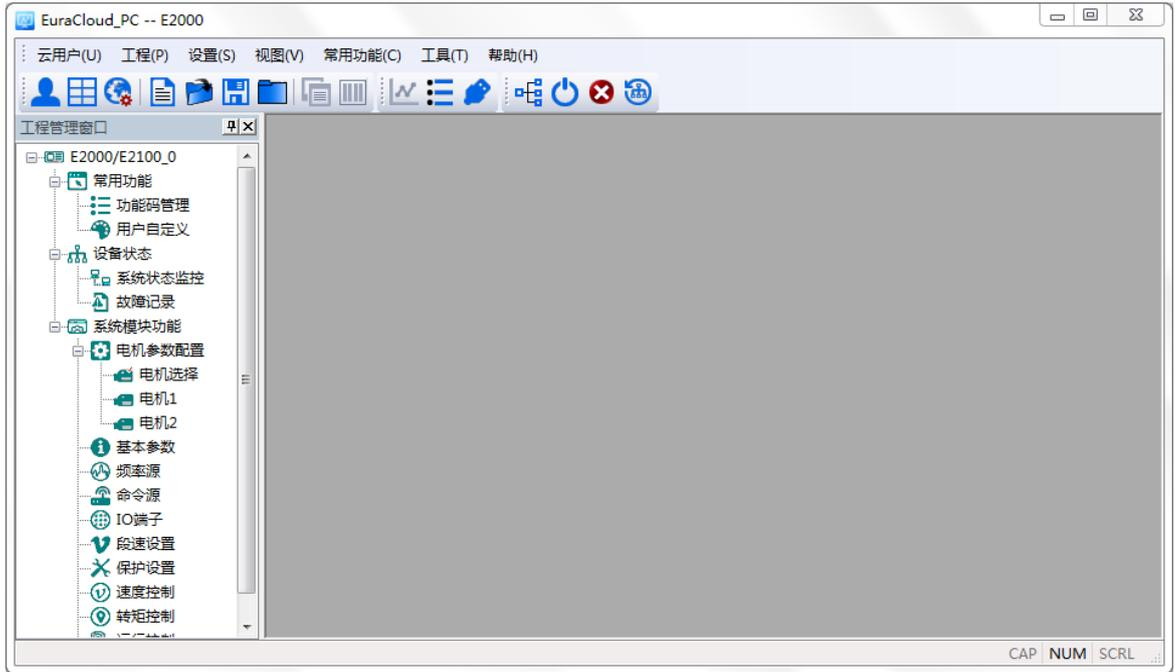

图 2-2-31 新工程主界面
8) 用户选中相应产品类型后，点击“确定”即可弹出新的工程窗口（如图 2-2-31 所示）；